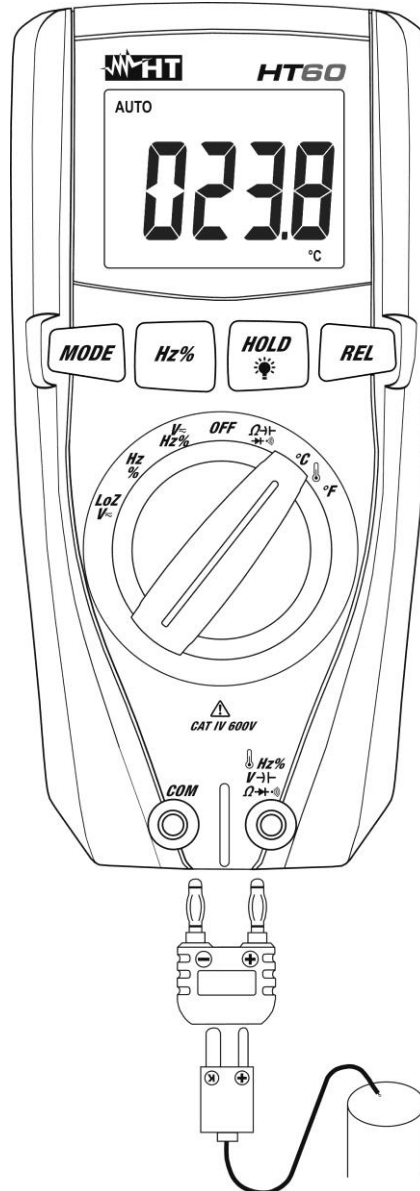

Abb. 9: Verwendung des Gerätes für Temperaturmessung
2. Stecken Sie den mitgelieferten Adapter in die Eingangsbuchsen (Polarität +) und **COM** (Polarität -) (siehe Abb. 9).